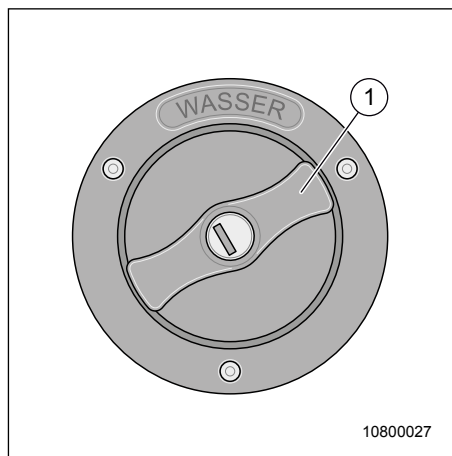

Fig. 95 Raccord de remplissage d'eau
Selon le modèle, le raccord de remplissage d'eau est monté, soit du côté gauche, soit du côté droit du camping-car. Sur le raccord de remplissage d'eau (Fig. 95, pos. 1) le mot « Wasser » (eau) est inscrit. Le bouchon de fermeture s'ouvre et se ferme avec la clé de contact du véhicule.
1. Mettre la clé dans le cylindre de serrure (Fig. 95, pos. 1) et la tourner un quart de tour dans le sens anti-horaire. Retirer la clé.
2. Mettre la clé dans le cylindre de serrure (Fig. 95, pos. 1) et tourner un quart de tour dans le sens horaire.